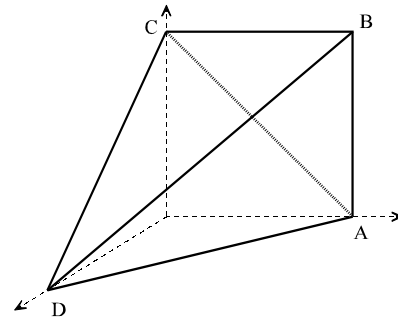

Figura 1
1) El tetraedro irregular de vértices $A(0,1,0)$, $B(0,1,1)$, $C(0,0,1)$ y $D(1,0,0)$ de la figura 1 se encuentra en el interior de un sólido elástico sometido a unas cargas exteriores que producen en su interior un estado de tensión constante. Se conocen los vectores tensión total sobre tres de las cuatro caras del tetraedro, que son (en MPa): sobre la cara ABD $\langle 2, 121; 0, 707; 2, 450 \rangle^T$; sobre la cara BCD $\langle 4, 571; 0; 1, 742 \rangle^T$ y sobre la cara ABC $\langle -3; 0; -3, 464 \rangle^T$. Se pide: